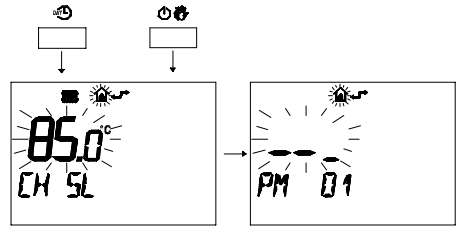

fig. 5.18
- 2 Premere contemporaneamente i pulsanti e per entrare nella programmazione trasparente fig. 5.18